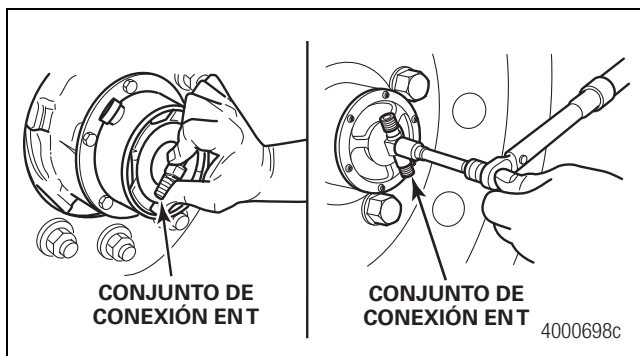

Figura 2.48
- Apriete manualmente el conjunto de conexión en T. Apriete la T con una llave de torsión ajustada a 45 lb-pulg. (5 N•m). Verifique que los adaptadores de aire de la T y los vástagos de válvula del neumático están alineados. De estar alineados, siga con el Paso 6. Si no están alineados, vuelva a apretar la T con una llave de torsión ajustada a 55 lb-pulg. (6 N•m) y apriete hasta que queden alineados. No exceda los 55 lb-pulg. (6 N•m). De no lograr la alineación, repita el Paso 5. Figura 2.48. 🛠